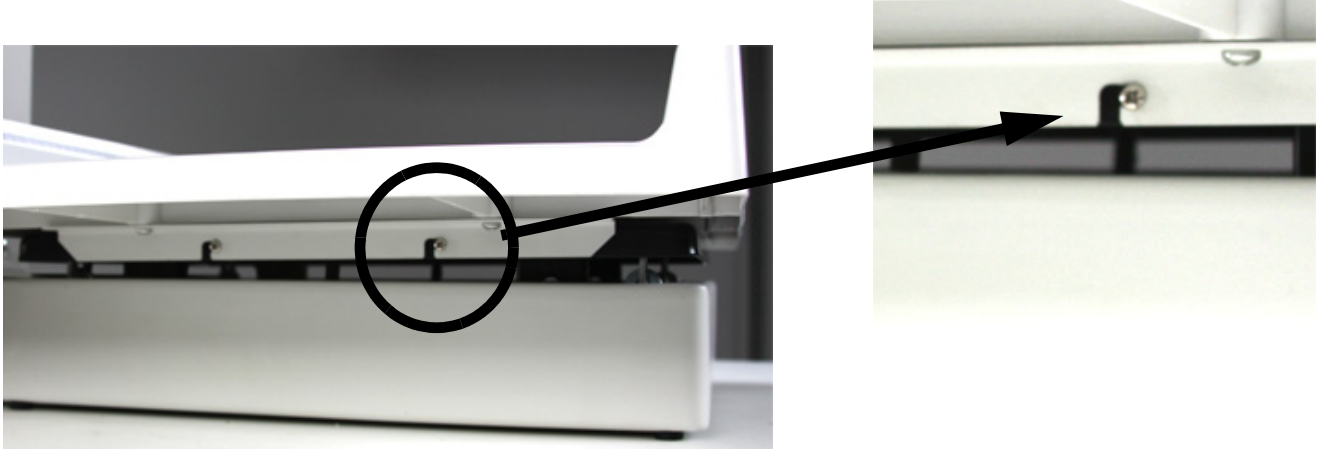

Figura 3-1. Ubicación de las Perforaciones de Tornillos en la Charola de Pesaje
2. Alinee las perforaciones para tornillos como se muestra en la Figura 3-1.